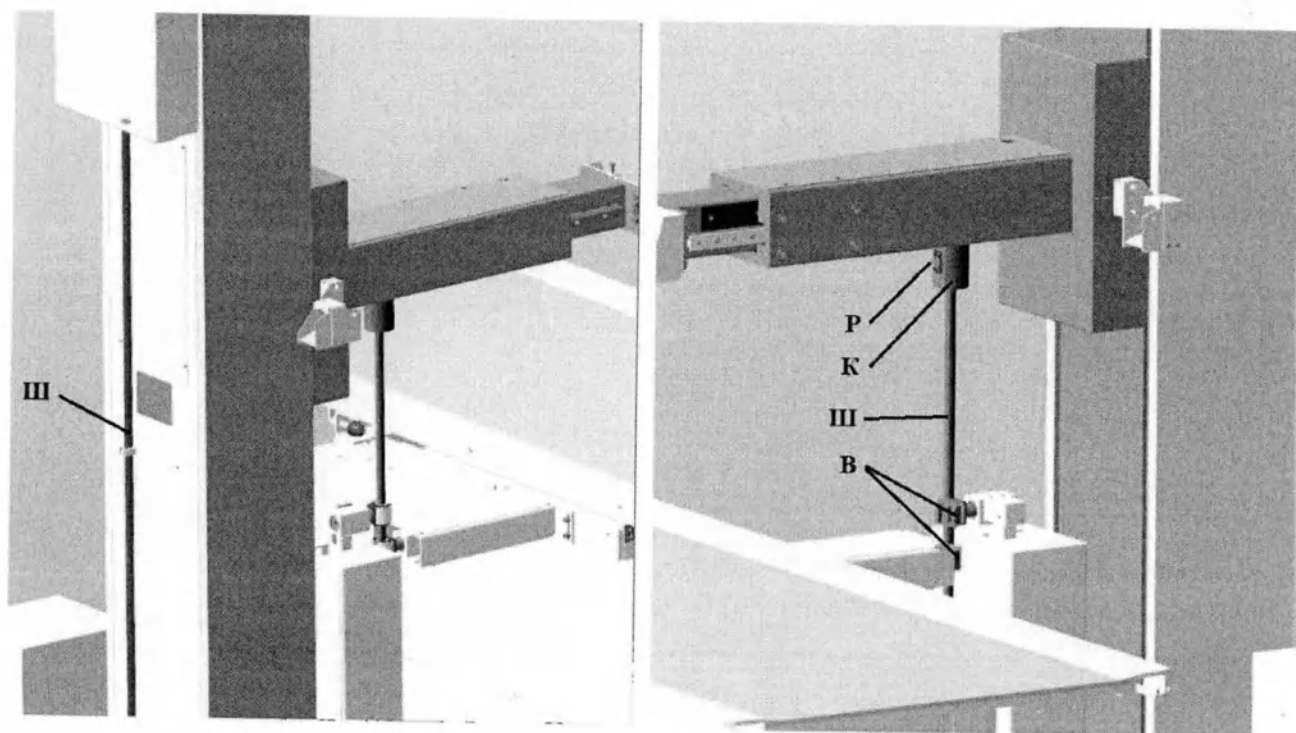

Рисунок 1.6 – Схема установки штанги томографической
- далее взять томо-штангу **Ш** закрепленную на задней стороне колонны рисунок 1.6 и установить в пазы «вилки» **В**, затем нажать на кнопку **Р** на корпусе **К** и вставить томо-штангу **Ш** до щелчка(фиксации);